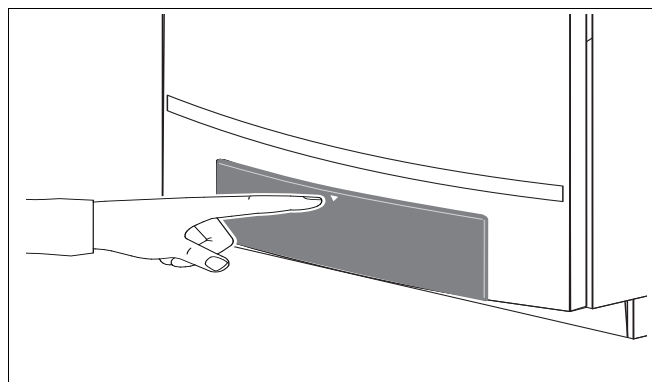

Fig. 32 Bedieningspaneel openen
- Open de klep van het bedieningspaneel door deze kort in te drukken (→ fig. 32).